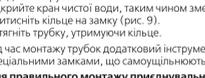

Рис. 8
- Вставте трубку до краю в сполучний фітинг з невеликим зусиллям (рис. 8).